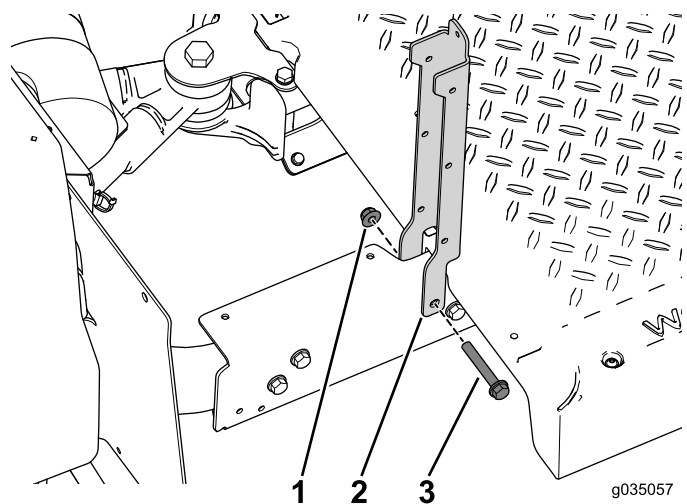

Figura 38
2. Utilize os dois parafusos (3/8 x 2½ pol.) e porcas flangeadas para prender os suportes do banco à secção traseira da máquina (Figura 38).